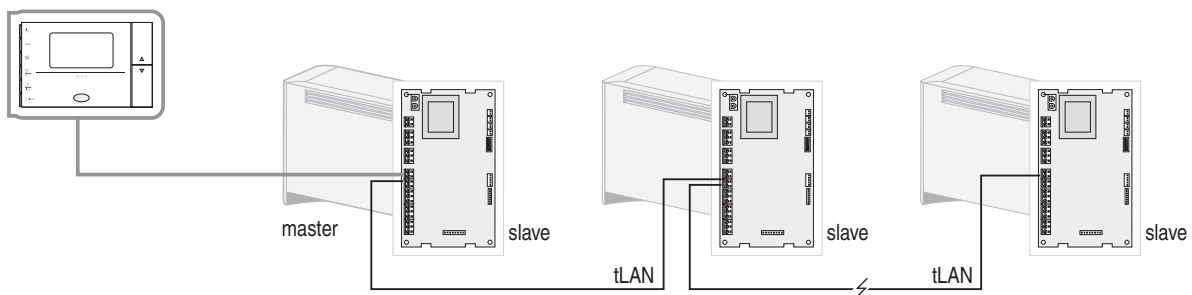

Fig. 3.18
3. Si inserisce la chiave nell'apposito connettore 4 vie dell'adattatore, sullo stesso si collega il cavetto 8 vie in dotazione (vedi Fig. 3.18);
3. Insert the key in the special 4 pin connector on the adapter, and connect the 8-wire cable supplied (see Fig. 3.18);